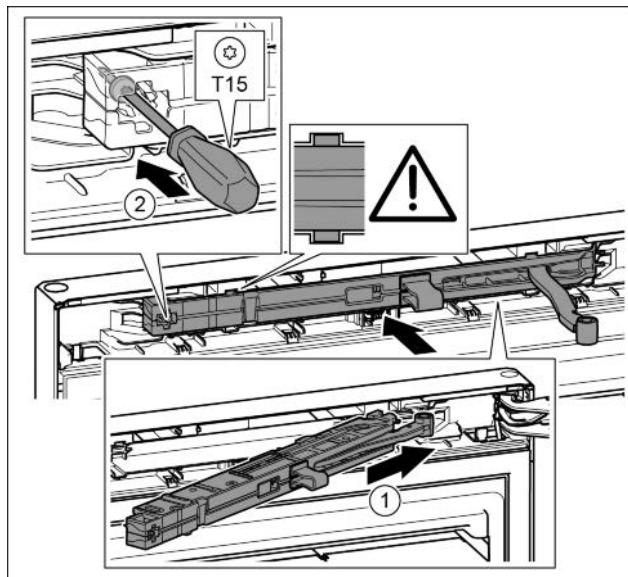

Fig. 23
- Вставить узел амортизатора со стороны опорного кронштейна в выемку до упора под наклоном. Fig. 23 (1)
- Затянуть винт отверткой T15. Fig. 23 (2)